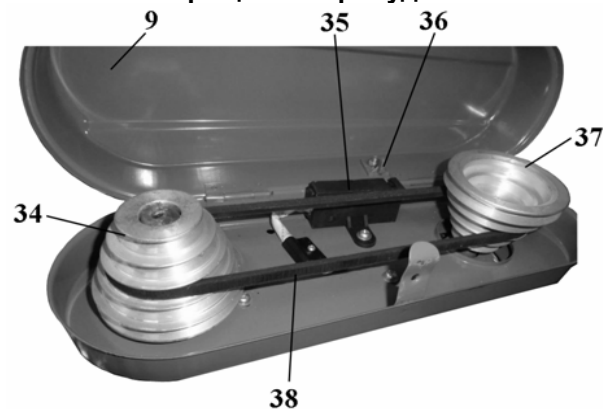
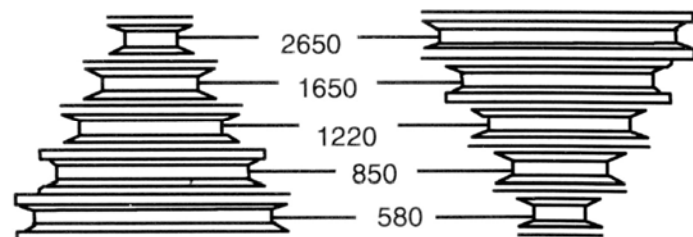
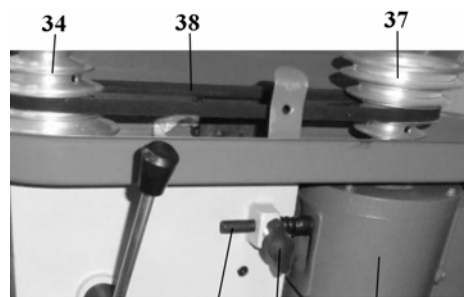

Рис. 8
Рис. 9
Рис. 10
10.8. Скорость вращения шпинделя регулируется изменением положения клинового ремня (38) на ручьях шкивов (34 и 37), Рис.8, 9. Можно установить 5 режимов частоты вращения шпинделя, Рис.9.
Для изменения режима вращения шпинделя предварительно следует ослабить натяжение клинового ремня (38), Рис.8.
Для этого необходимо ослабить винт фиксации (39), Рис.10. Переместите электродвигатель (12) со шкивом (37) в направлении шкива (34), так как на оси (11) установлена пружина; положение зафиксируйте винтом фиксации (39), Рис.10. В соответствии с намеченной операцией и согласно таблице 2 и Рис. 9 необходимо установить ремень (38) на ручьях шкивов (34 и 37), Рис.8 -10.